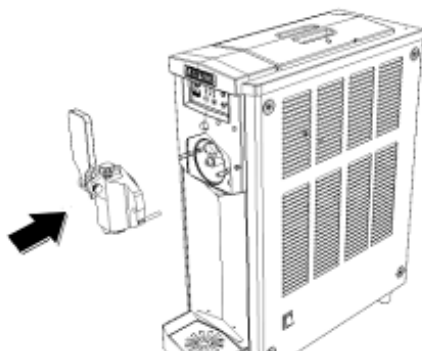

Fig. 22
- Riposizionare la flangia in modo che il mandrino di bloccaggio rientri nella propria sede (Fig. 22).